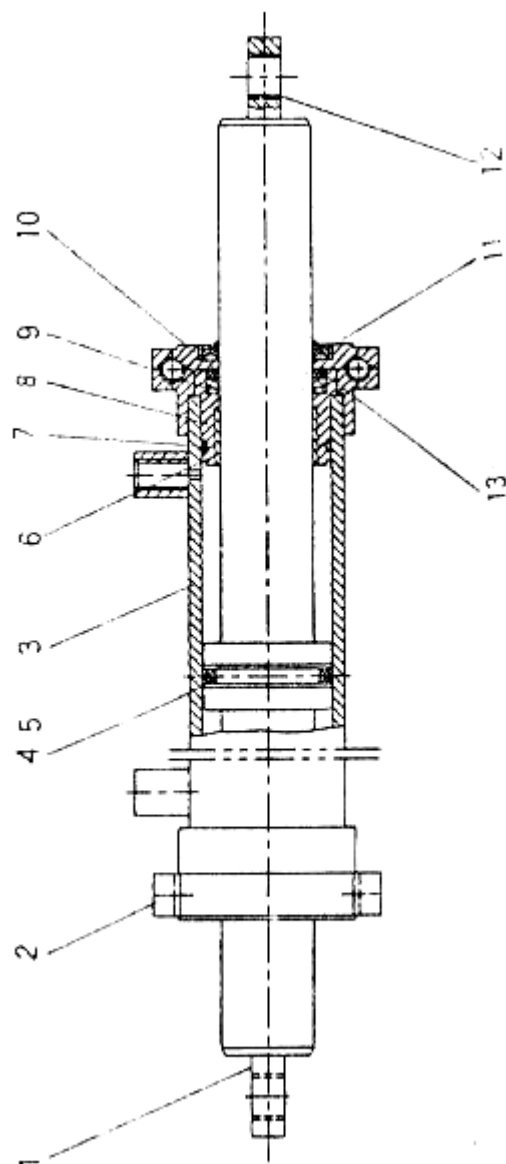

Рис. 4-2 Цилиндр рулевого механизма
(2) Цилиндр рулевого управления (рис. 4-2)